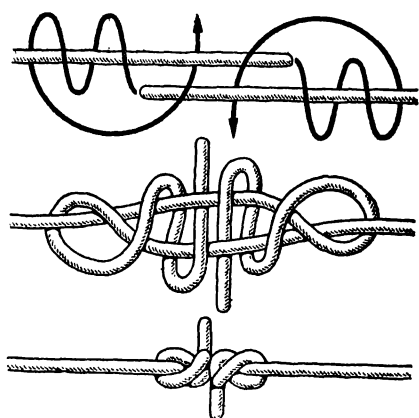

Рис. 34. Змеинный узел
**Змеинный узел** (рис. 34). Этот узел считается одним из самых надежных узлов для связывания синтетических рыболовных снастей. Он имеет достаточно много переплетений, симметричен и сравнительно компактен, когда затянут. При определенном навыке им можно даже связывать струны рояля. Для этого место связки струны нужно тщательно обезжирить и покрыть шеллаком.